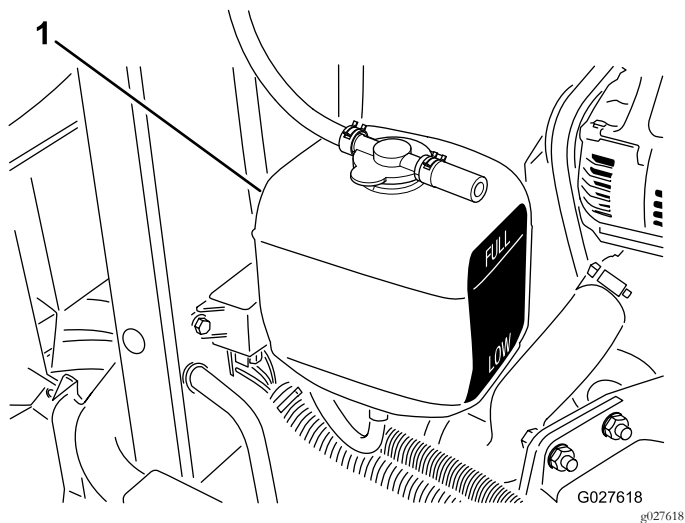

Figura 41
1. Verifique o nível de líquido de refrigeração do depósito secundário (Figura 41).